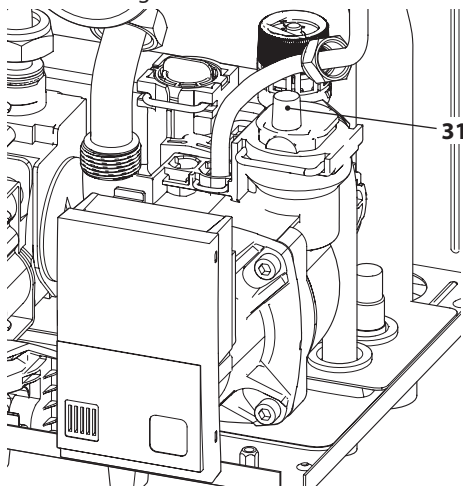

Figura 6.3
- Alzare il tappo della valvola di sfiato automatica 31 in Figura 6.3.